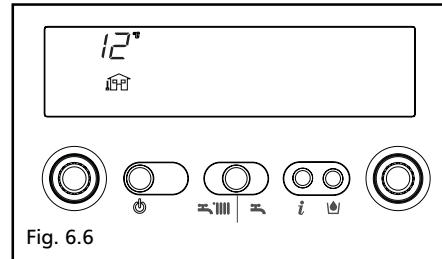

Fig. 6.6
**Info 1** solo con sonda esterna collegata, visualizza la temperatura esterna (esempio 12 °C) (fig. 6.6).